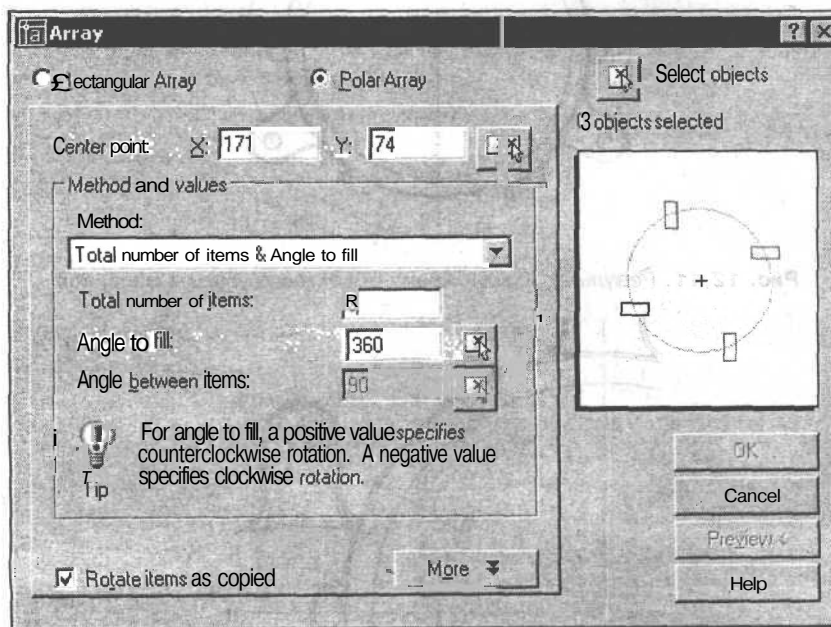

Рис. 12.10. Диалоговое окно с настройкой размножения объекта полярным массивом
1. Откройте меню **Modify** (Редакт) и выберите в нем  **Array** (Массив). Появится диалоговое окно **Array** (Массив) (рис. 12.10).